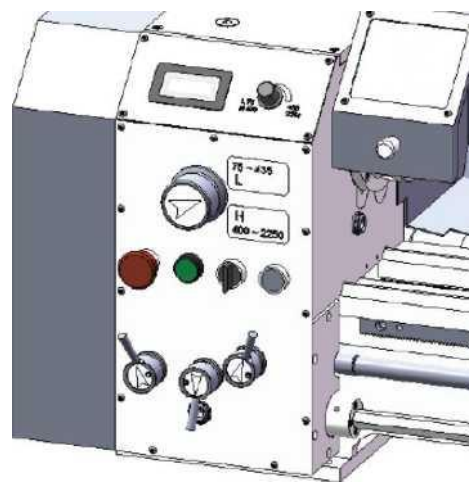

Рис. 11
1. Переключатель (А, Рис. 11)
2. Выключатель «ON/OFF» («ВКЛ/ВЫКЛ») с кнопкой аварийной остановки (В, Рис. 11).
3. Переключатель выбора регулируемой скорости (С, Рис. 11).